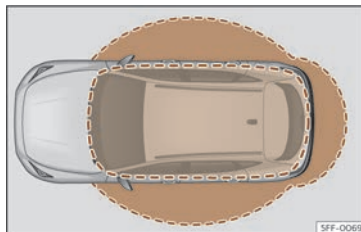

Abb. 76 Keyless-Access: Näherungsbereiche.
- Das Fahrzeug wird entriegelt, wenn der Zündschlüssel in einem Bereich in der Nähe erkannt wird >>> (Abb. 76). Alle Blinker des Fahrzeugs blinken zweimal.